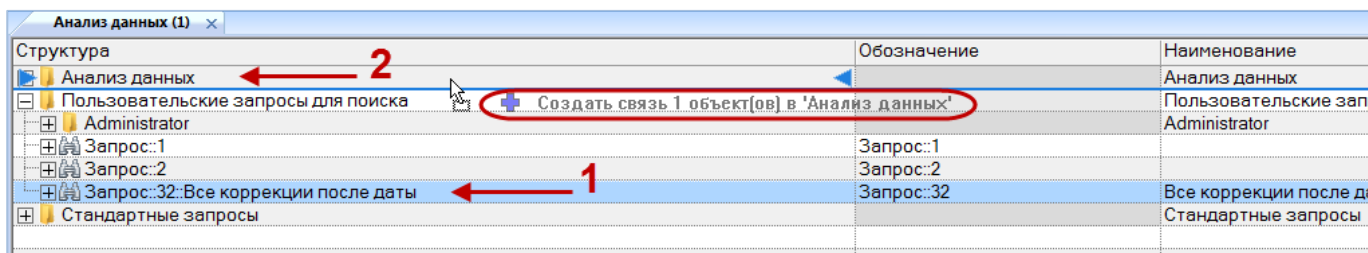

Рис. 7-13 – Установление связи запроса с папкой
2) Выбрать запрос в рабочем окне «Анализ данных». Для выделения нескольких запросов используются клавиши CTRL и SHIFT (1 на рис. 7-13).
3) Переместить с помощью мыши выделенные запросы в нужную папку – появится подсказка вида «+ Создать связь X объект(ов) в ...». Отпустить кнопку мыши (2 на рис. 7-13).